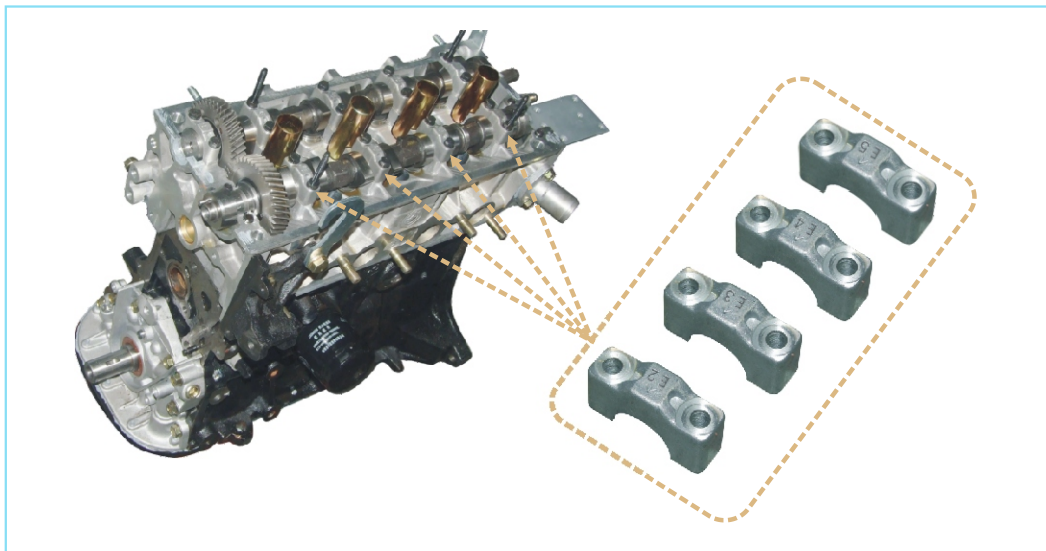

图2-111 轴承盖安装顺序
- e. 将5个轴承盖按箭头和顺序号分别安装在各匹配位置上（图2-111）；